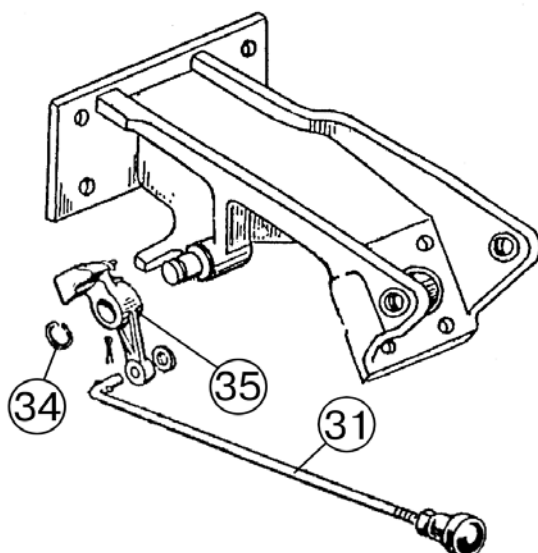

Рис.6.11
15) расшплинтуйте и отсоедините тягу (31), (рисунок 6.11), от фиксатора (35);
16) снимите стопорное кольцо (34), (рисунок 6.11), и фиксатор (35);
28) установите тягу (31), (рисунок 6.11), и соедините с фиксатором (35) с помощью шайбы и шплинта;